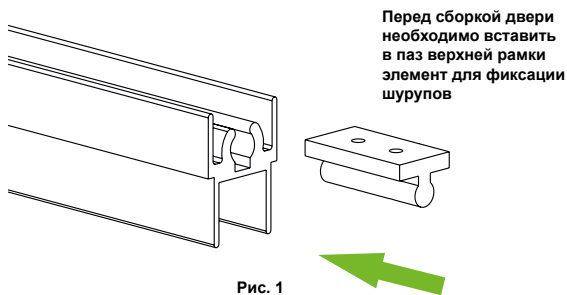

Рис. 1
- 1 Устанавливаем закладные элементы (рис. 1). Если дверь была собрана ранее, то необходимо частично разобрать дверь для установки закладных элементов.